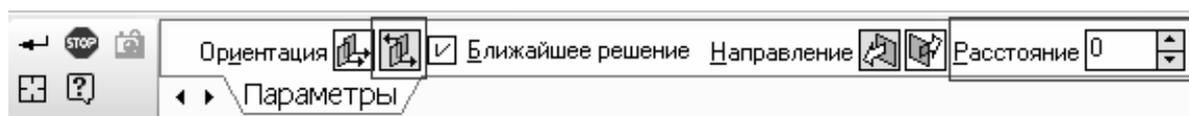

Рис. 45. Параметры сопряжения
- 3.7. Переключитесь на панель инструментов сопряжения, нажав кнопку . На инструментальной панели сопряжения выберите кнопку совпадение объектов . В качестве параметров для совпадения объектов выберите боковые плоскости двух деталей. Выберите обратную ориентацию и укажите расстояние равное **0** (рис. 45).